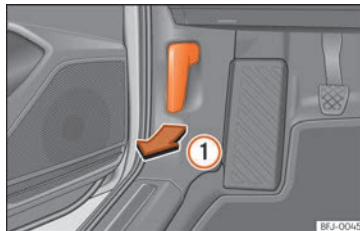

Fig. 239 Alavanca de desbloqueio no espaço para a zona dos pés do condutor.
- Abra a porta e puxe pelo manípulo que existe debaixo do painel de instrumentos » Fig. 239 (1).